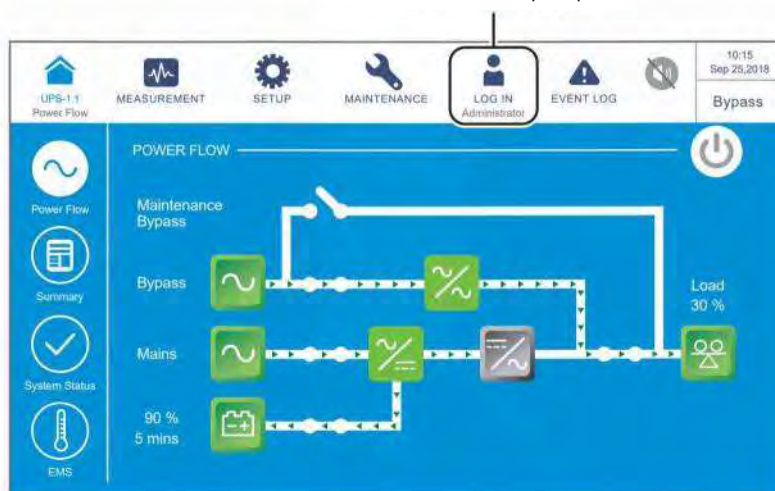

Рисунок 6-65: Экран байпасного режима и имя администратора
- 4) Войдите в систему как **Администратор**. Для получения пароля **Администратора** свяжитесь с персоналом по техническому обслуживанию. После входа в систему убедитесь, что вход произошел под именем **Администратора** (см. **Рисунок 6-65**).